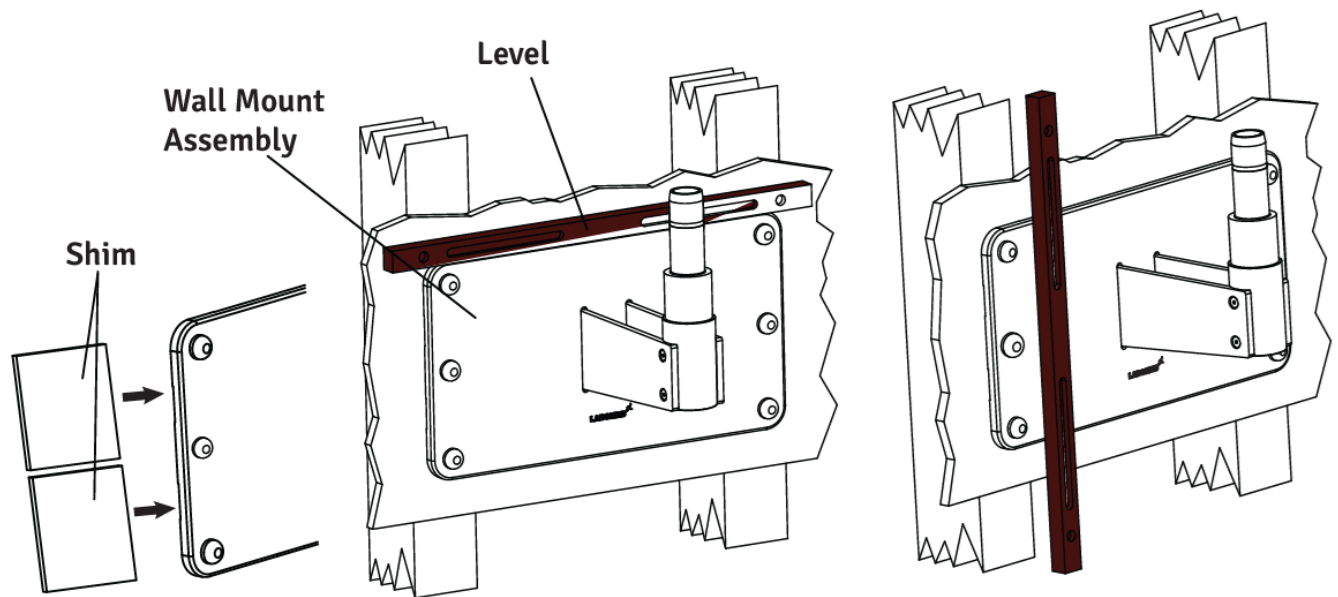

Fig. 22
2. Placez un niveau sur le dessus de la plaque arrière pour vérifier le nivellement horizontal. Voir la figure 22.
5. Placez un niveau verticalement le long de la face du support mural, des deux côtés, pour vous assurer qu'il est perpendiculaire au sol. Voir la figure 22.
6. Si le support mural n'est pas perpendiculaire, insérez une cale entre le support mural et le mur à côté des tire-fonds. Reportez-vous à la figure 22. Vérifiez avec le niveau et serrez les tire-fonds une fois que le support est de niveau.
3. Assemblez le bras sur l'arbre de montage mural en vous référant à la fig. 22 et réinstallez le bouchon fileté en place.